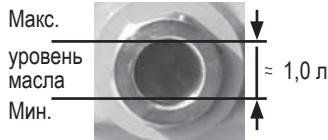

Рис. 4
- Уровень масла: с завода заправка маслом достигает верхнего края смотрового стекла. Уровень масла должен быть отрегулирован в режиме работы, при необходимости масло необходимо слить или долить для достижения правильного уровня (см. рис. 4).